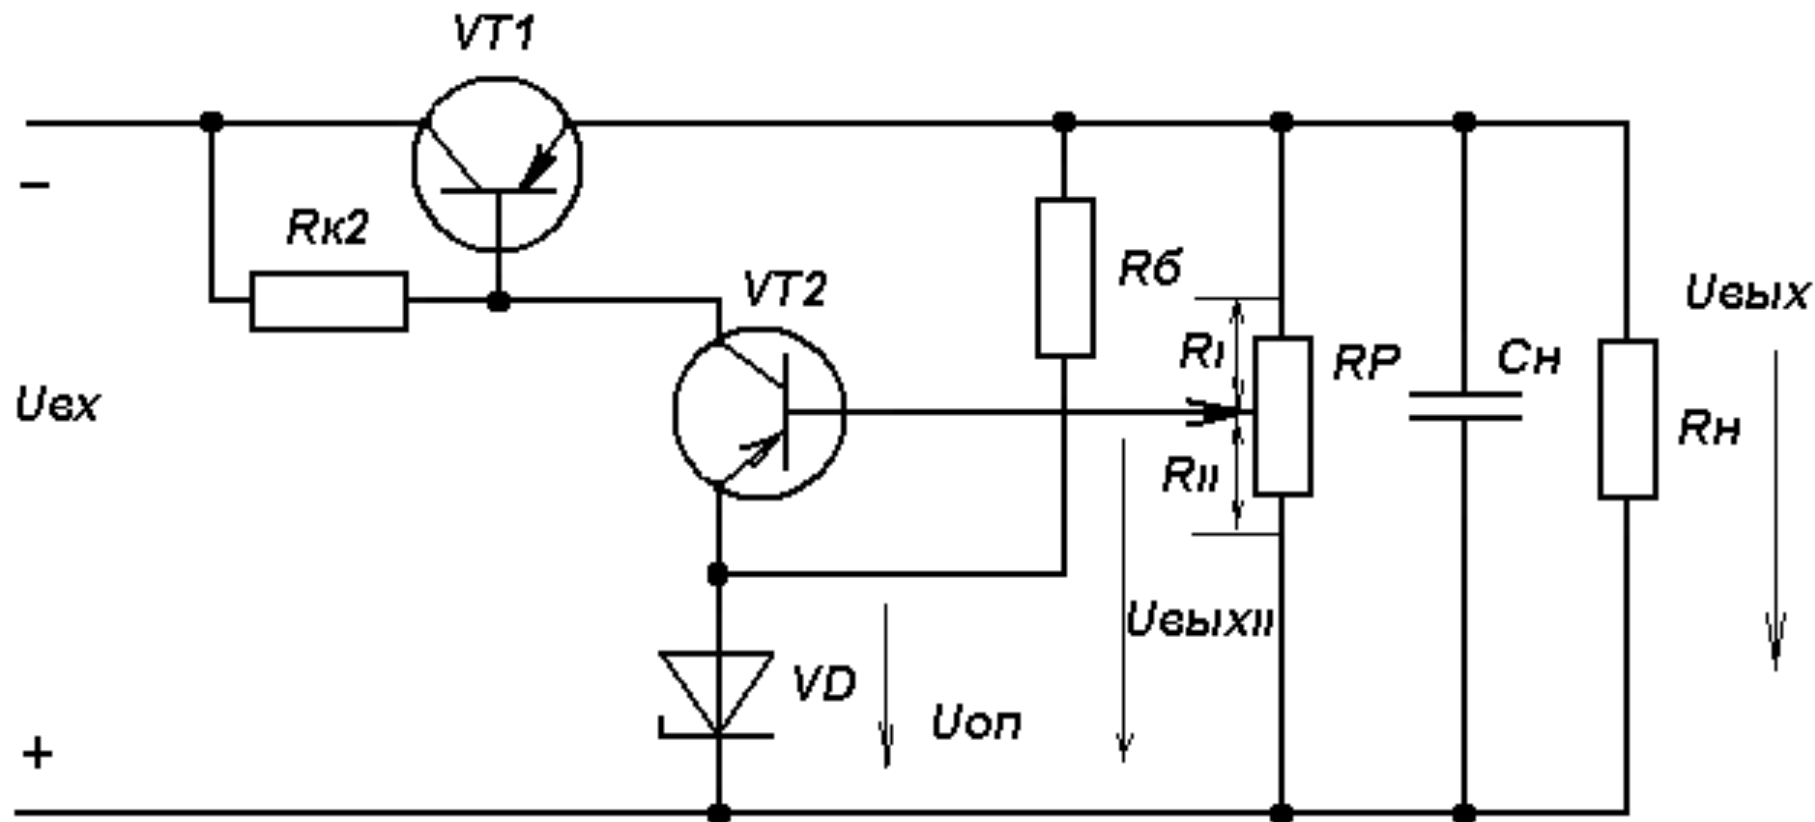

Рисунок 9.4 - Принципиальные схемы полупроводниковых стабилизаторов напряжения с последовательно включенным регулирующим транзистором
**Полупроводниковый стабилизатор напряжения с последовательно включенным регулирующим транзистором** (рисунок 9.4) состоит из следующих основных узлов: VT1 — регулирующий транзистор, VT2 — усилительный транзистор и схема сравнения: делитель RP и источник опорного напряжения, который включает стабилитрон VD и резистор R6. Смещающее напряжение на базе усилительного транзистора VT2 представляет собой разность между напряжением на нижней части делителя  $U_{ВХ II}$  и опорным напряжением UОП.
Регулировка выходного напряжения  $U_{ВЫХ}$  осуществляется в схеме потенциометром RP (рисунок 9.4). При перемещении движка в направлении минусовой шины стабилизатора увеличивается отрицательный потенциал базы транзистора VT2, что приводит к увеличению токов базы и коллектора VT2. Ток базы транзистора VT1 как показано выше, уменьшается, а вместе с ним уменьшается и ток коллектора IK1, что приводит к уменьшению выходного напряжения  $U_{ВЫХ}$ . При перемещении движка потенциометра сторону плюсовой шины напряжение на выходе стабилизатора  $U_{ВЫХ}$  увеличивается.